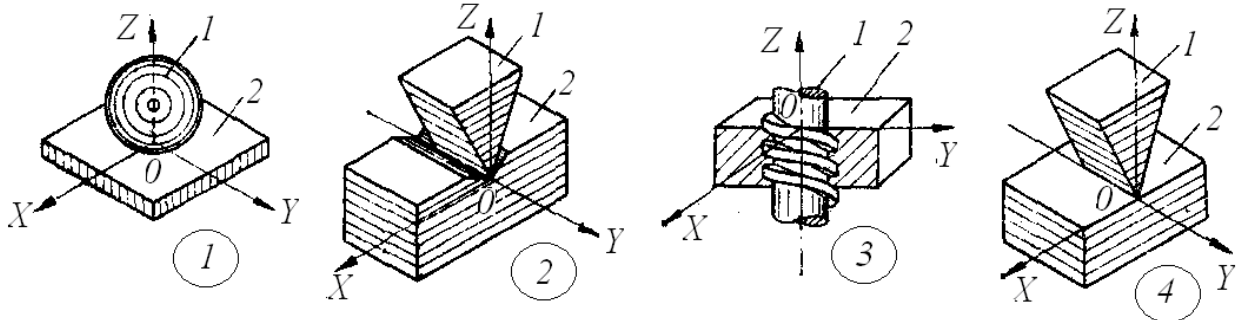

Рис. 1.5.
21. Какая из четырех кинематических пар (рис. 1.5) является парой 4-го рода (четыреподвижной)?
22. Какая из четырех кинематических пар (рис. 1.5) является парой I класса?
23. Какая из четырех кинематических пар (рис. 1.5) является парой вида ВВПП?
24. Какая из четырех кинематических пар (рис. 1.5) является низшей парой?
25. Какая из четырех кинематических пар (рис. 1.5) является парой 2-го рода (двухподвижной)?
26. Какая из четырех кинематических пар (рис. 1.5) является парой II класса?
27. Какая из четырех кинематических пар (рис. 1.5) является парой вида ВВВПП?
28. Какая из четырех кинематических пар (рис. 1.5) является винтовой парой?